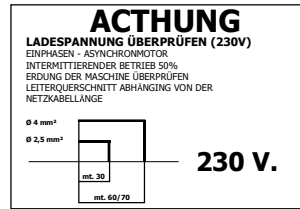

Fig. 1
1. Nach dem teilweisen Öffnen der Arme werden die zwei Rahmen auf den Kopf gestellt und in vertikaler Stellung festgehalten (siehe Abb.1).
- Fig. 1
3. Der Querschnitt des Netzkabels muss gemäß der nebenstehenden, (Fig.1).